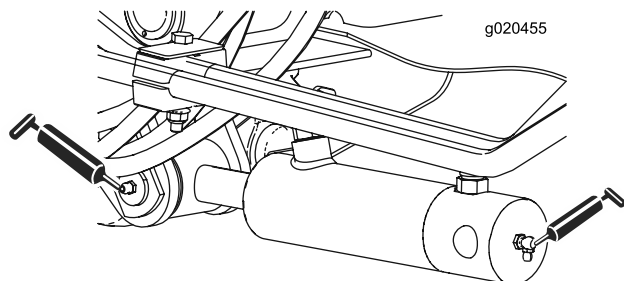

図 43
- 昇降アームのシリンダアセンブリ 左右それぞれ2ヶ所 図 43